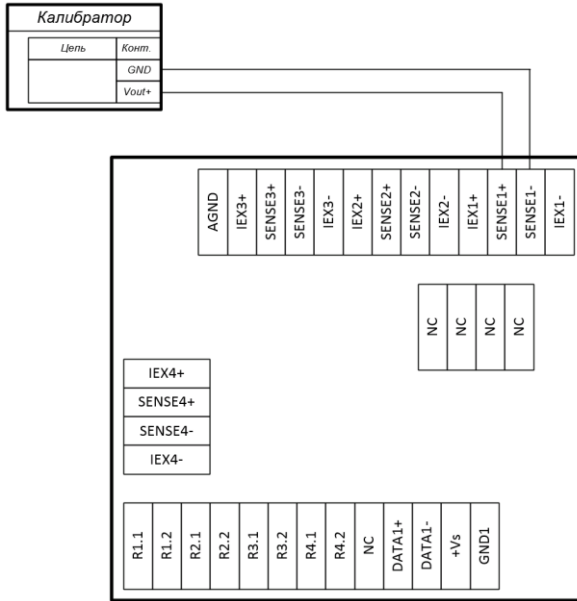

Рис. 4.1. Соединение приборов для юстировки термопар МСТ-4UT-4R-24
- подключить калибратор к входу преобразователя проводом минимальной длины в соответствии с рис. 4.1;